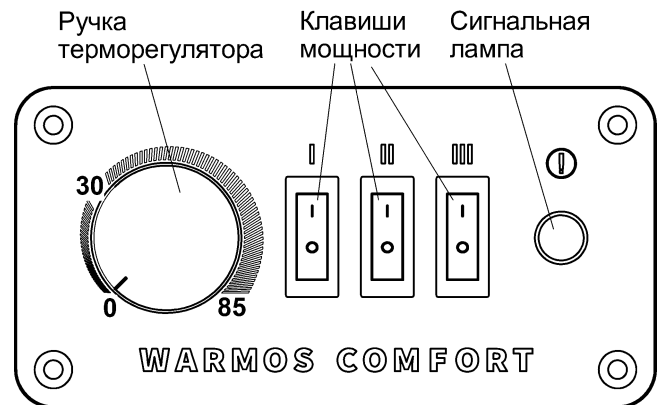

Рисунок 2.
5.3 При превышении температуры теплоносителя значения установленного на терморегуляторе (3), контакты терморегулятора размыкаются, подача электропитания на ТЭН (8) и нагрев прекращается. При снижении температуры теплоносителя ниже установленного значения на величину гистерезиса терморегулятора, контакты терморегулятора замыкаются, подача электропитания на ТЭН и нагрев возобновляется. Общий вид терморегулятора приведен на рис.2.
7.3 Если после включения котла через внешний автоматический выключатель на терморегуляторе (рис.2) **светится сигнальная лампа**, то это может свидетельствовать либо о низком давлении теплоносителя, либо о перегорании предохранителя циркуляционного насоса. Работа котла в этих случаях **ЗАПРЕЩЕНА**, необходимо принять меры для устранения неисправностей - более подробно см. раздел 8, таблица 3, неисправности 3,4.
7.4 Выбор температуры теплоносителя, которую будет поддерживать котёл осуществляется вращением ручки терморегулятора - см. рис. 2. При вращении по часовой стрелки значение температуры теплоносителя увеличивается, при вращении против часовой стрелки значение уменьшается.